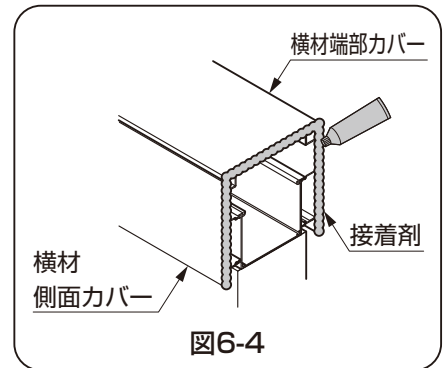
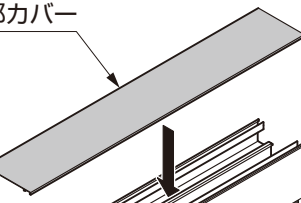

図6-4
図6-2
- ③端部カバーを取付けてください。(図6-2参照)
- ④形材端部に接着剤を塗布し、端部キャップを取付けてください。(図6-2、図6-4参照)